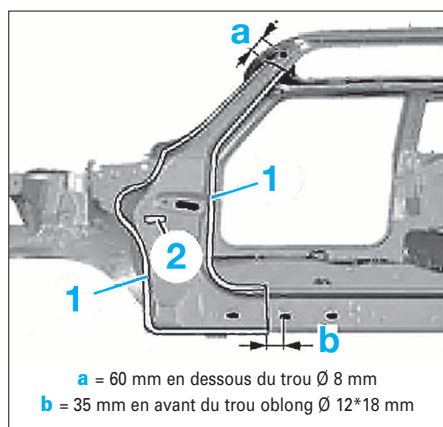

FIG. 6
- Tracer les lignes de coupe sur le pied avant (Fig.6).